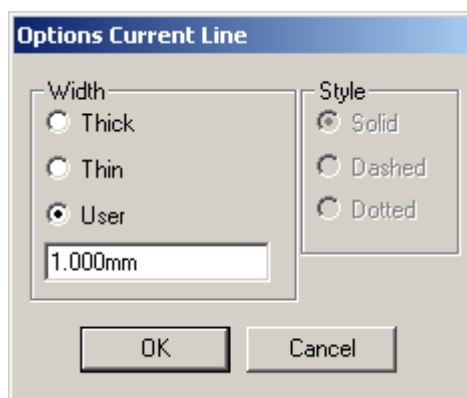

Рис. 8 Окно команды **Options Current Line**.
5.2 Ознакомьтесь с появившемся окном, которое изображено на рис. 8.